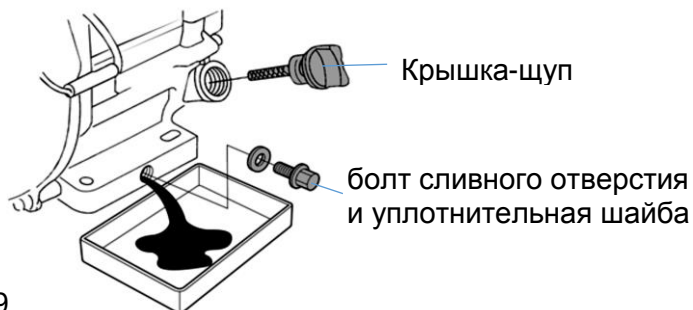

Рис. 19
1. Подготовьте емкость для слива отработанного масла и разместите ее под сливным болтом на картере двигателя. Отверните сливной болт (см. рис. 19). Чтобы масло легче сливалось снимите крышку-щуп с горловины патрубка для заливки масла.